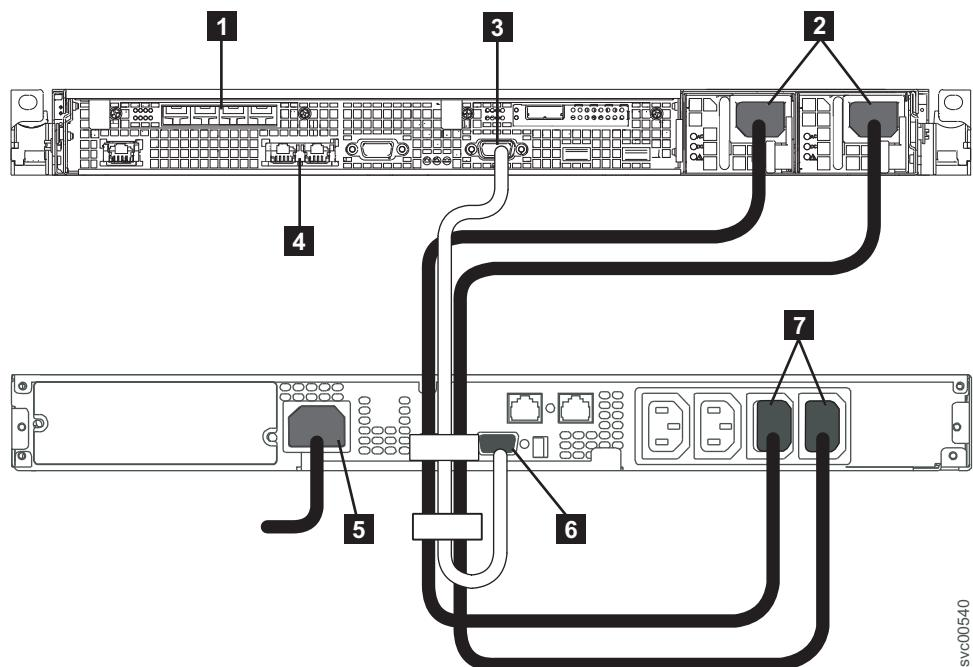

图 32. 将 SAN Volume Controller 电源线连接到 2145 UPS-1U
1. 在 SAN Volume Controller 2145-CG8 节点的后部，将组合的电源线和串行电缆组件中的电源线插入电源接口 **2**，如图 32 所示。